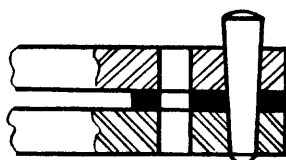

Fig. 6
- c Introduzca el cono patrón o la pieza (figs. 6 y 7).